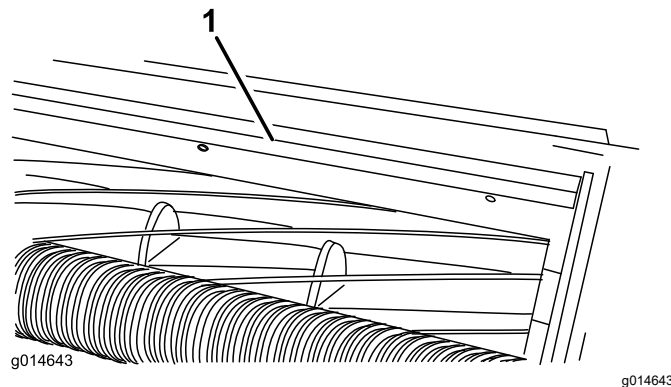

Figura 9
1. Slăbiți șuruburile care fixează bara superioară (Figura 9) de unitatea de tăiere.